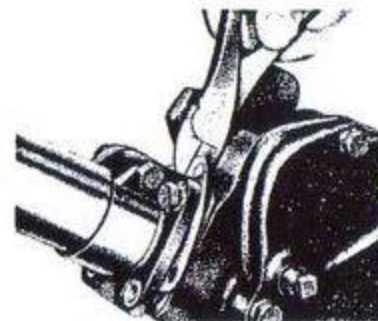

Bild 90. Justering av axialspel.
1. Kontrollera först att inte axialglapp finns i styrsnäckan. Detta gör man enklast genom att vrida rattens fram och tillbaka medan man med ett finger under rattens kontrollerar att denna inte har någon axiell rörelse. Bilen skall härvid stå på golvet. Finns glapp, lossa och dra upp ratt-röret och locket något samla bort ett tunt mellanlägg (bild 90) åt gången tills glappet nätt och jämnt försvinner.